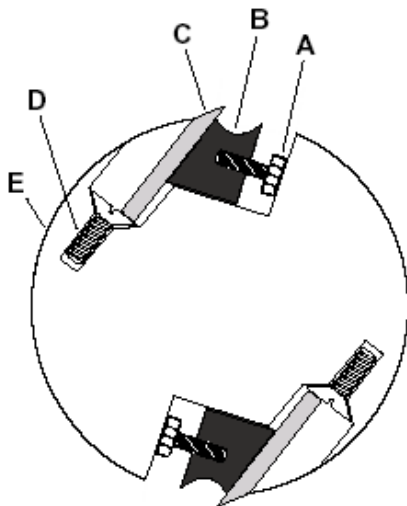

**Fig 20**
Pour ajuster des lames poser le module de réglage (S) sur la table de sortie (F2, Fig 20).